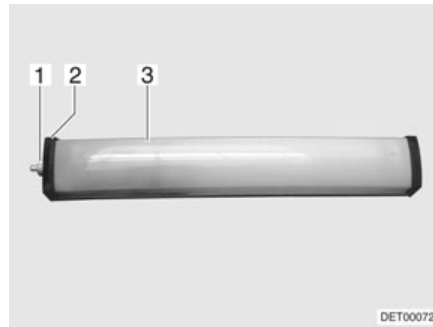

Fig. 275 Lampe de cellule
- Dévisser le cache (Fig. 275,1).
- Retirer le couvercle (Fig. 275,2).
- Enfoncer légèrement le couvercle de la lampe (Fig. 275,3) et le retirer.